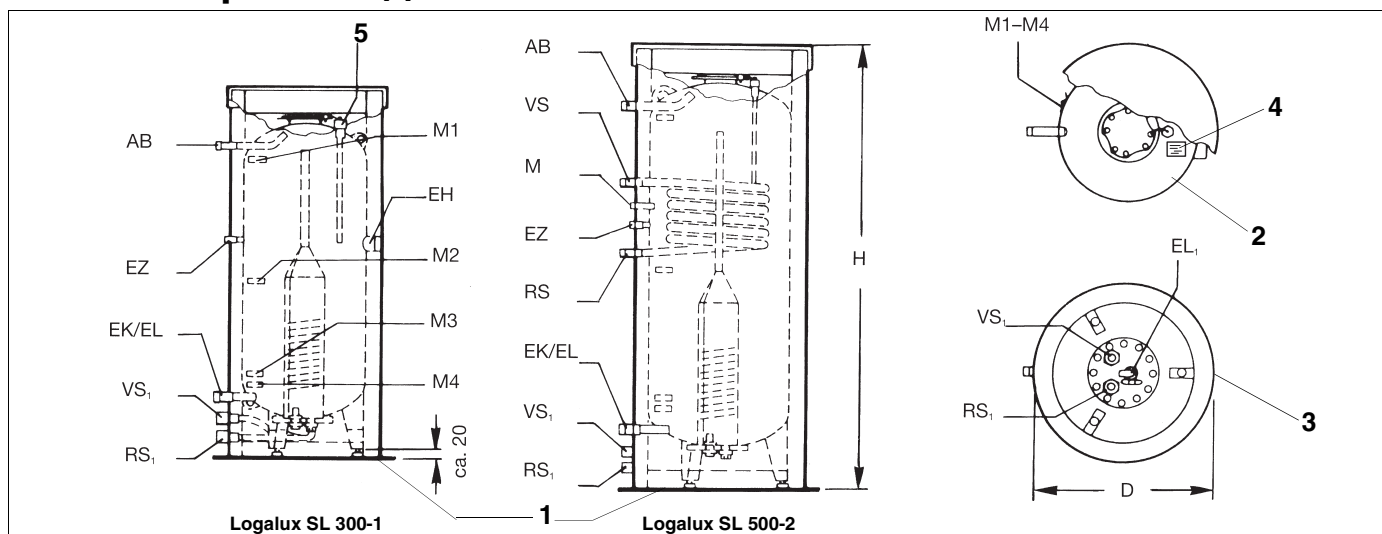
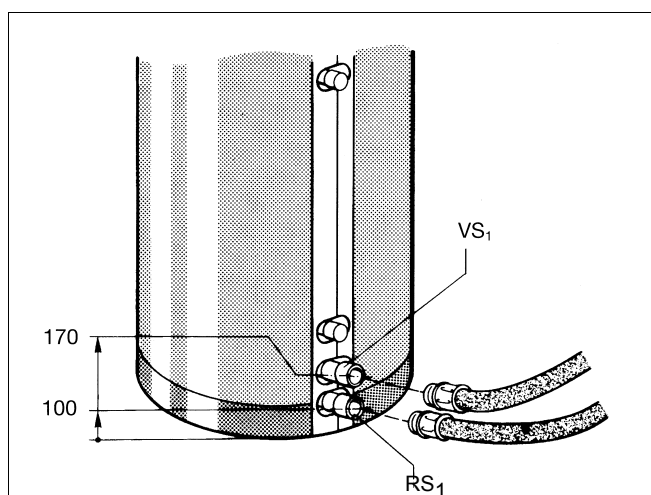

Рис. 1 Вид сбоку, сверху и снизу
Рис. 7 Разъемы
Баки Logalux SL 300-2 - 500-2 отличаются от Logalux 300-1 дополнительным греющим змеевиком (теплообменником) (рис. 1).
- ▶ Штуцер VS₁ (подающая линия бака в контуре солнечного коллектора) отмечен красным цветом, штуцер RS₁ (обратная линия бака в контуре солнечного коллектора) – синим (рис. 1) и (рис. 7).